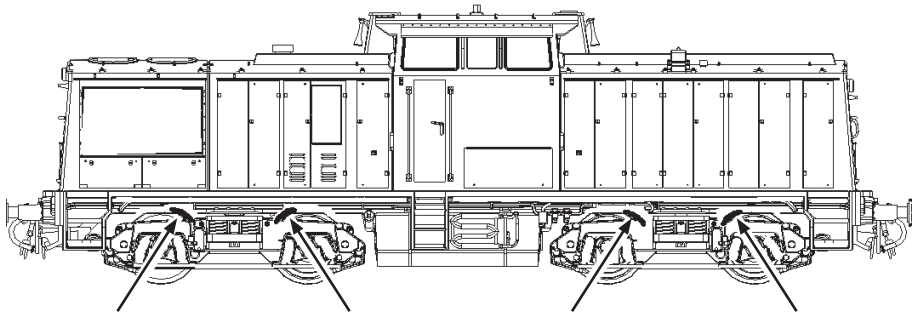
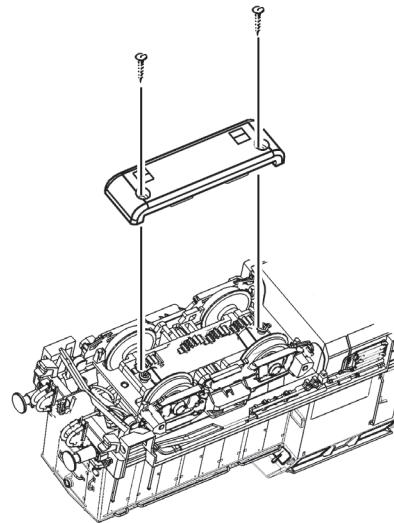

Fig. 7
Fig. 3
2. Schmierung: Versehen Sie die im Schmierplan in Fig. 7 gekennzeichneten Stellen mit nur **kleinen Öltropfen**. Dazu zuerst das Lokgehäuse abnehmen (Fig. 3). Wir empfehlen den ROCO **Öler Art.-Nr. 10906**. Fürs Schmieren der Getriebeteile (Zahnräder, Schnecke) empfehlen wir das **ROCO-Spezialfett Art.-Nr. 10905**. Im Falle der Schmierung diese Teile **nicht ölen**.
Mehrzugbetrieb: Zuerst Lokgehäuse abnehmen (Fig. 3). Danach den Brückenstecker aus der Schnittstelle entfernen (diesen sorgsam aufbewahren). Danach den Stecker des Decoders lagegerecht einsetzen (Fig. 5).
4. Motorwechsel: Lokgehäuse abnehmen (Fig. 3). Danach wird der Motor ausgebaut.
2. Lubrication: Apply **tiny oil drops** to spots marked in fig. 7. Prior to lubrication dismantle locomotive (fig. 3). We recommend using item no. **10906, Roco oiler**. For lubrication the gearparts (e.g. cogwheels, worm) we would recommend our Roco **special grease** (item no. **10905**).
4. Motor Changing: First remove loco body (fig. 3), and then the motor.
2. Graissage: N'appliquez **qu'une toute petite goutte** aux endroits indiqués par le plan de graissage (fig. 7) après avoir démonté la caisse de la locomotive (fig. 3). Nous vous recommandons le **graisseur à huile Roco réf. 10906**. Pour graisser les engrenages (roues dentées, vis sans fin) nous vous conseillons la **graisse spéciale Roco réf. 10905** pour engrenages en matières synthétiques. Lorsque vous utilisez cette graisse il faut éviter d'huiler ces composants.
4. Remplacement du moteur: Démontez la caisse (fig. 3). Démontez ensuite le moteur.
1. siehe } Fig.3